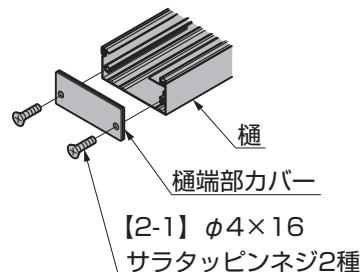

図2-8
- ③樋端部カバーを樋の両端に【2-1】で取付けてください。(図2-8参照)